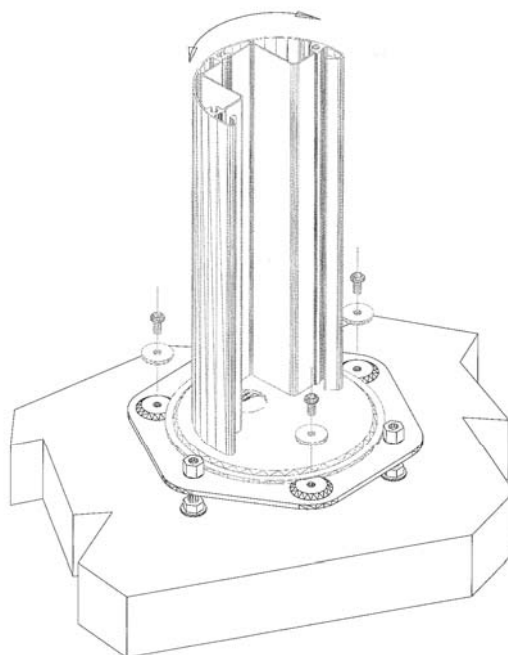

Abb.7
- Die Säule FMC auf die Basis mit den drei Schrauben plus Scheiben positionieren, die gewünschte Winkelstellung der Säule einregulieren und die Befestigung vornehmen (Abb.7);